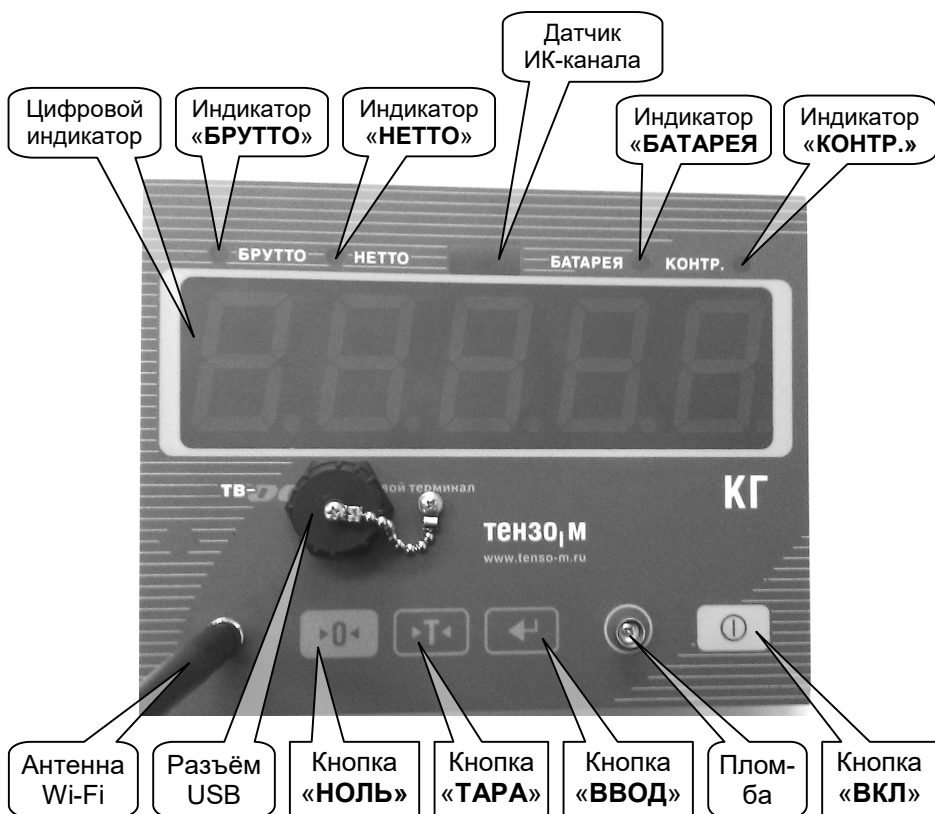

Рис. 2.1. Внешний вид Преобразователя спереди.
На Рис. 2.1 изображён внешний вид Преобразователя спереди.
3.4. Преобразователь и весы, в которых Преобразователь установлен, включаются нажатием и удержанием кнопки включения напряжения питания, расположенной на лицевой панели Преобразователя (см. Рис. 2.1, стр. 3).
4.2.1. Для входа в главное меню установки параметров снимите пломбировочную чашку кнопки «Юстировка» (см. Рис. 2.1, стр. 3) и нажмите длинным узким предметом, например — спичкой, расположенную под чашкой кнопку юстировки.